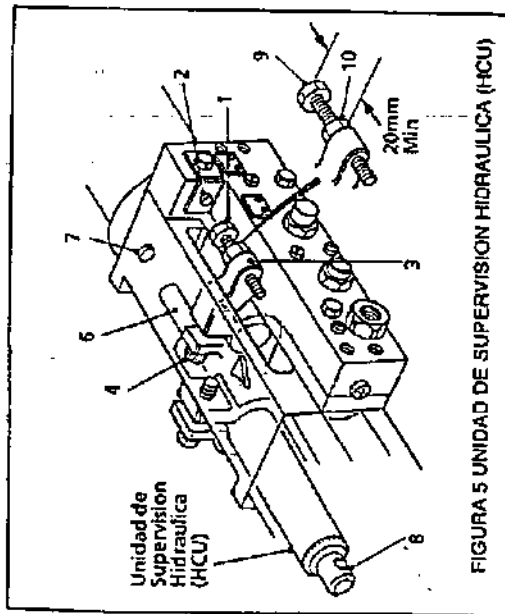

FIGURA 5 UNIDAD DE SUPERVISION HIDRAULICA (HCU)
**PREPARACION DE LA OPERACION DE TALADRO (Ver la figura 5)**
Usar (9) en la figura 5 para regular definitivamente la profundidad. Inmovilizar usando (10) en la figura 5.
El final del macho de roscar DEBE estar por lo menos a 14mm sobre el bloque de prueba, para permitir el recorrido de engrano inversor del cabezal roscador. Ajustar la separación entre (2) y (3) de la figura 5, para igualar la profundidad de roscado ADEMÁS de la distancia del macho sobre la pieza.